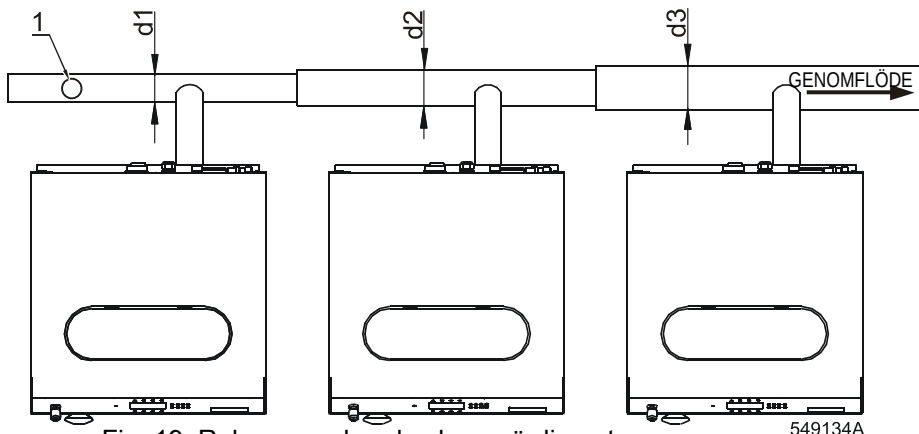

Fig. 19 Rekommenderad avloppsrördiameter
- Huvudavloppsledning måste ha kapacitet för att kunna ta emot avloppsvatten från alla ihopkopplade maskiner på gång. På varje 20 meter måste ett medel installeras på avloppsrör, se fig. 19., pos. 1, för att få bort lukt. Om du inte kan bli av med lukten på ett tillfredställande sätt installera ett medel på vardera maskin för att få bort lukt. Vid varje anslutning av en ny maskin ökar avloppsrördiameter eller bredd något mer. Se fig. 19., d1, d2, d3.